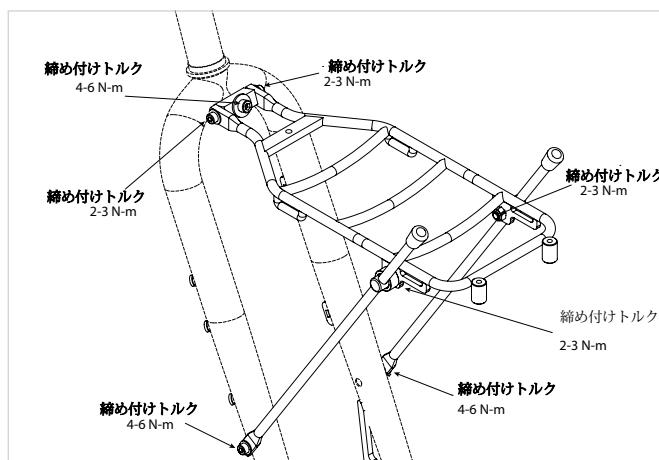

図 8
- 水平になったらアロイブロックにラックを取り付けたネジ両方を 3Nmのトルクで、クラウンに取り付けたネジを4-6Nmのトルクで締め込んで下さい(図8)。
- 両側のストラットをフォーク中ほどで固定するM5ボルトを4-6Nmのトルクで締め込んで下さい(図8)。
- 10mmのボックスレンチを使って、ストラット反対側のハードウェアを2-3Nmのトルクで締め込んで下さい(図8)。